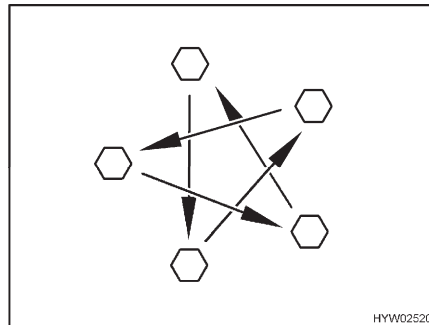

Bild 224 Radmuttern oder Radschrauben über Kreuz anziehen
- Radmuttern oder Radschrauben regelmäßig auf festen Sitz prüfen. Radmuttern oder Radschrauben eines ausgewechselten Rades nach 50 km über Kreuz nachziehen (Bild 224).